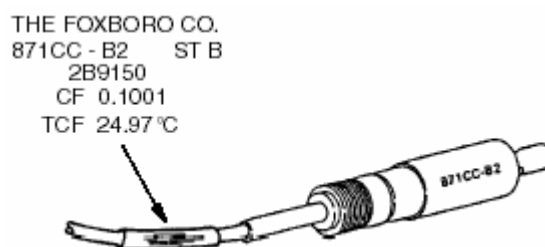

图 18、传感器标识
公称电池常数为  $0.1\text{cm}^{-1}$  的 871CC 传感器刻有 4 位数数字 (例如 1001)，该数字是在我们的工厂测试得到的那台特定传感器的电池系数 (CF)。这此电池也刻有一个温度值 (tCF) (例如  $24.97^{\circ}\text{C}$ )，该温度值表示那台特定的传感器在该温度下显示其理论电阻值的。见图 18。当传感器直接连到分析仪上时，这些系数可以直接输入到 873CC、873ACC、873RS 或 873ARS 分析仪里以修正这些偏移量。如果输入这些值的详情请见合适的分析仪说明书。